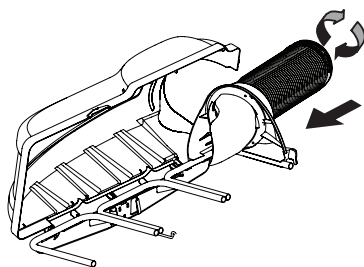

Figure 21
- Vissez la partie supérieure du tube flexible (764-05275) dans le support supérieur de la goulotte. Il y a deux languettes à l'intérieur de la partie inférieure du support supérieur de la goulotte qui servent à fixer le tube. Voir Figure 21.